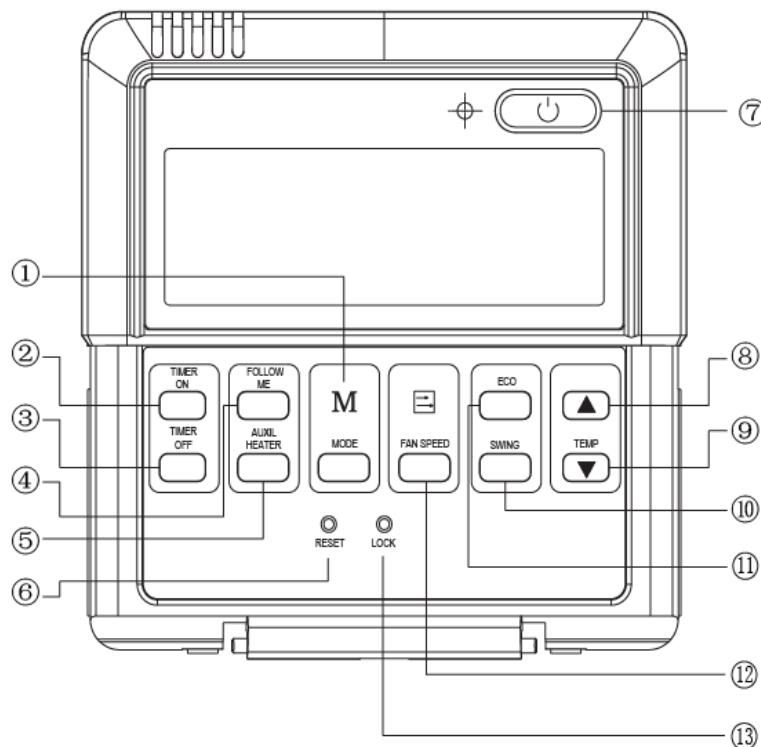

Рис.3-4
3.2.1 Описание кнопок и функций проводного пульта модели KJR-12B (рис.3-4)